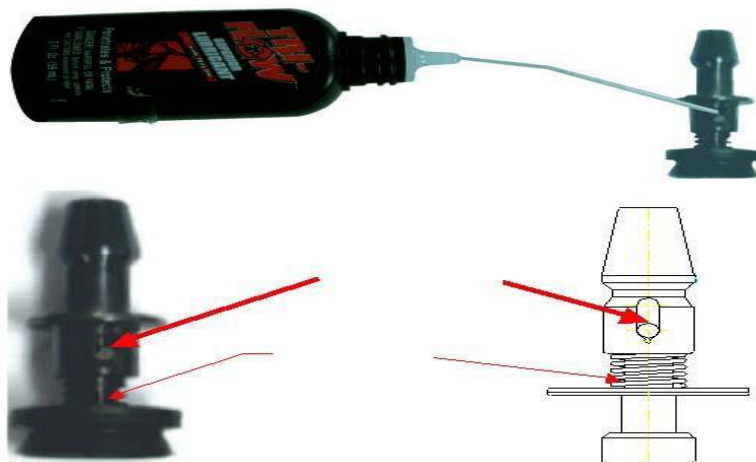

图 7
- 吸嘴弹簧部位加润滑油：将推荐的润滑油（TRI-FLOW Superior Lubricant）用喷射吸管喷射到吸嘴弹簧部位，用手按压吸嘴，使润滑油润湿弹簧，如（图7）。